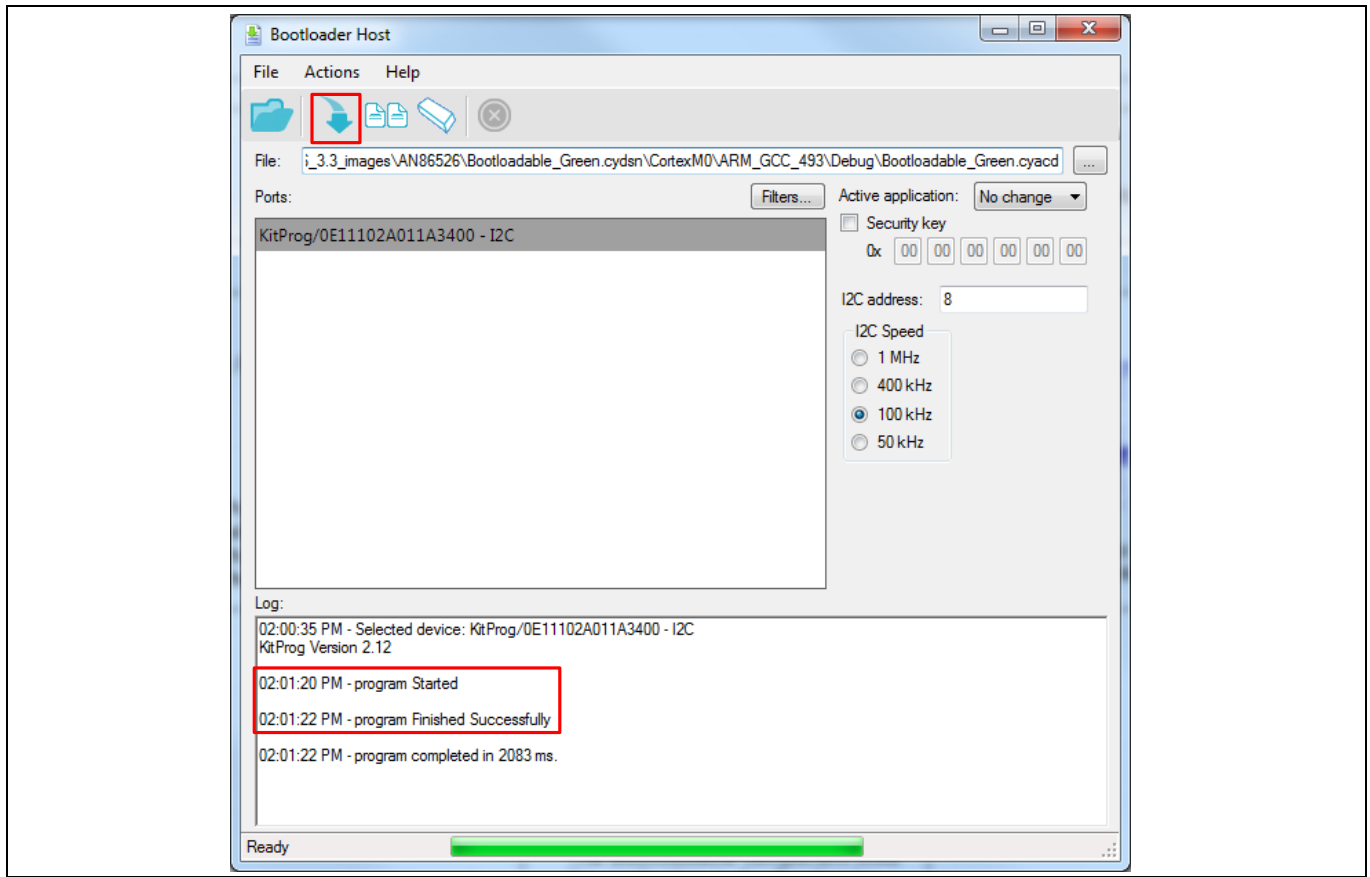

Figure 21 ブートローダブルプロジェクトのダウンロード
5. デバイスをブートロードするには、**Program** ボタンを押します。Figure 21 と同じような画面が開きます。